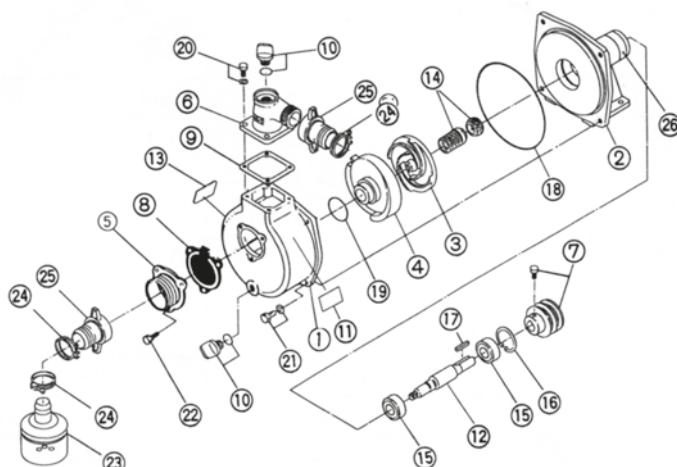

Рис. 3
5.1. Насос (качающий узел, рис. 3 с детализированной, таблица 3) включает в себя: